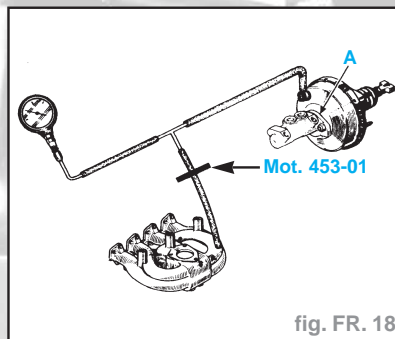

fig. FR. 18
- Brancher un dépressiomètre entre le servofrein et la source de vide (pompe à vide) avec un raccord en "T" et un tuyau le plus court possible (fig. FR. 18).